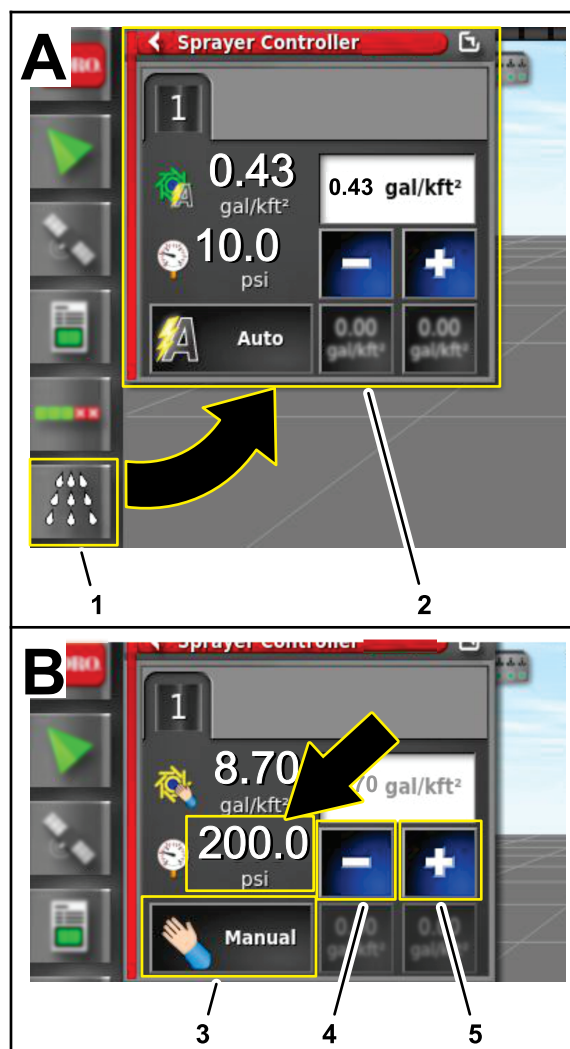

Figura 239
4. En la consola de control GeoLink, pulse el icono CONTROLADOR DE CAUDAL DE FUMIGACIÓN (Figura 239).
5. En el cuadro de diálogo Controlador del caudal de fumigación, pulse el icono MODO DE CONTROL DE CAUDAL hasta que aparezca el modo manual (Figura 239).
6. Presione el icono Reducir (-) o Aumentar (+) para ajustar la presión del sistema de fumigación (Figura 239) a 13,75 bar.